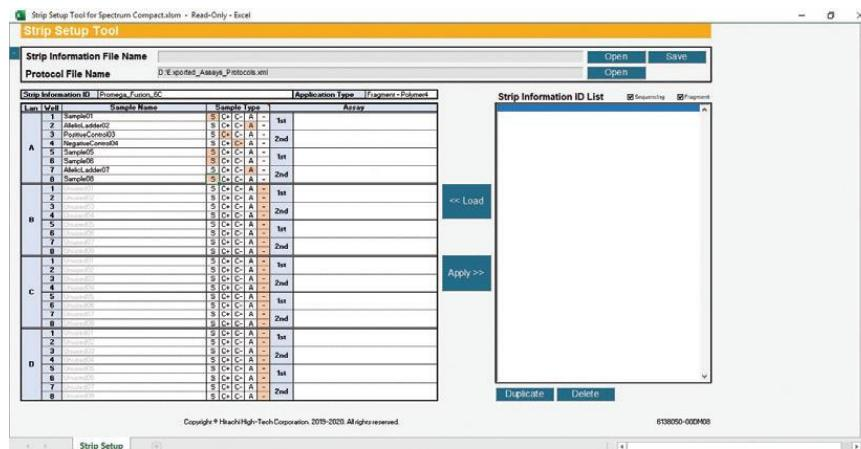

図 210 選択した Sample Type を含む Strip Setup Tool for Spectrum Compact 画面
1. Strip Information ID セルのすぐ右側のセルを選択し、新しい Strip Information ID を入力してください。(図 210)
3. 各レーン (ストリップ) 每に、セルを選択し、サンプルを含む各 well の Sample Type を選択します (図 210)。